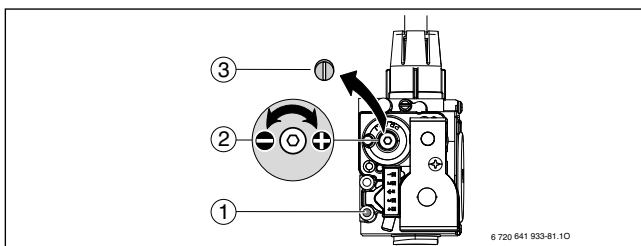
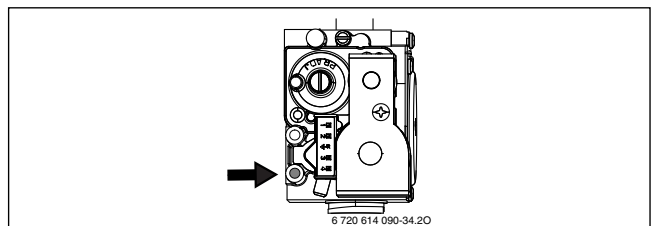

Fig. 6 Set CO2 or O2 level for minimum nominal output
Fig. 8 Dynamic gas pressure test port
- Remove the sealed screw (→ Fig. 6, [3]) from gas valve adjustment screw (→ Fig. 6, [2]) and set CO2 or O2 level for minimum nominal output.
- Reinstall the screw (→ Fig. 6, [3]) to cover the gas valve adjustment screw.
- Loosen the screw in the test port for gas inlet pressure (→ Fig. 6, [1]) and connect a pressure gauge (→ Fig. 8).
- ▶ Retirer la vis scellée (→ fig. 6, [3]) au niveau de la vis de réglage (→ fig. 6, [2]) du bloc gaz et régler le taux de CO2 ou d'O2 pour la puissance thermique nominale minimale.
- ▶ Remettre la vis en place (→ fig. 6, [3]) pour couvrir la vis de réglage de la vanne de gaz.
- ▶ Desserrer la vis au niveau de la buse de mesure de la pression de raccordement gaz (→ fig. 6, [1]) et raccorder le manomètre (→ fig. 8).